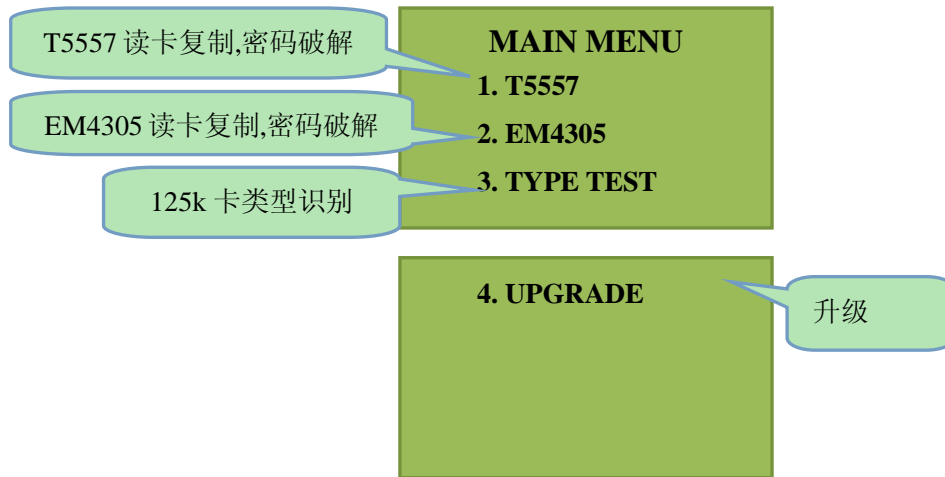

图 2.5.1 主菜单
**第一步：**连接天线板请参考上图 2.4.5，正确连接电源后，打开侧面的电源开关，屏幕被点亮，出现主菜单界面，进入如“图 2.5.1”所示界面，通过按三次移动键“▼”可切换至主菜单第二屏。